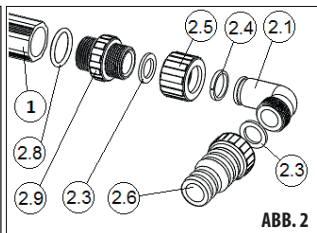
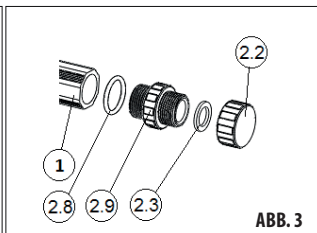

ABB. 2
ABB. 3
- 1) Komplettieren Sie das Panel. An die Rohre des Solarpanels schrauben Sie die Übergangsmuffen (2.9) mit O-Ringen aus Silikon (2.8). WIR EMPFEHLEN, AN DIE FRONTDICHTUNGSFLÄCHE DES SOLARPANEL-ROHRS (1) EINE DÜNNE SCHICHT DES MITGELIEFERTEN SCHMIERSTOFFS AUFZUTRAGEN, SO VERMEIDEN SIE EVENTUELLE UNDICHTHEITEN. An die Übergangsmuffen montieren Sie dann die Schlauchdorne (ABB. 2) und Stopfen (ABB. 3). In einem der Rohre befindet sich in der Mitte eine Stopfbüchse, an diesem Rohr sind die Schlauchdorne anzuwenden, an anderem Rohr sind die Stopfen zu montieren.